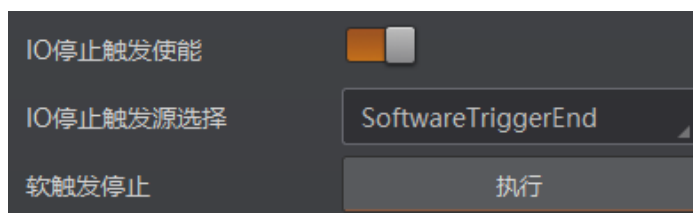

图4-56 I/O 软触发停止
- 当 IO 停止触发源选择 SoftwareTriggerEnd 时，可通过单击“执行”按钮停止触发，如图 4-56 所示。